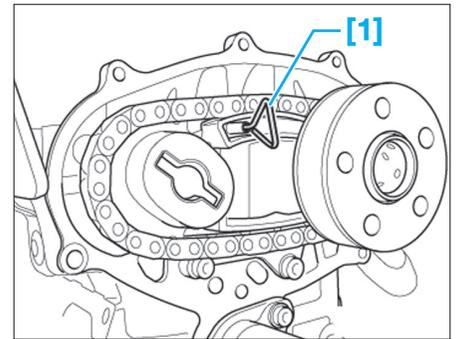

Fig. 59
- [1]. Outil de fixation (réf. T10115) (Fig.59).
- Comprimer manuellement le tendeur de chaîne et le bloquer avec l'outil de maintien [1] (Fig.59).